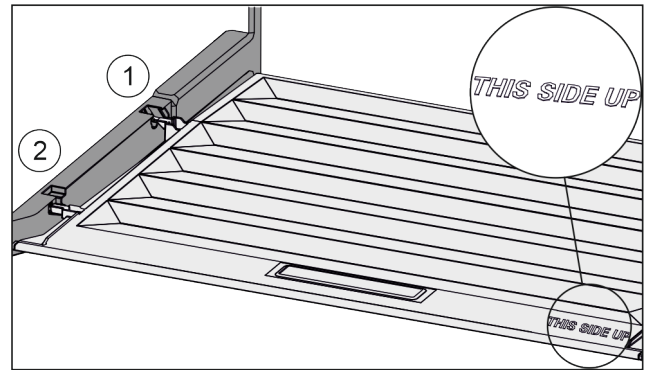

Fig. 76
- ▶ Introduzca los nervios de la tapa por la abertura del soporte trasero Fig. 76 (1) y encájelos por delante en el soporte Fig. 76 (2).